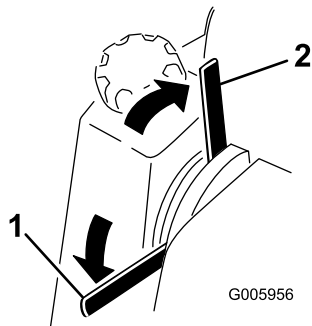

Figura 10
- Per inserire il freno di stazionamento, ruotate la leva verso il basso (Figura 10).
- Per rilasciare il freno di stazionamento, ruotate la leva verso l'alto (Figura 10).